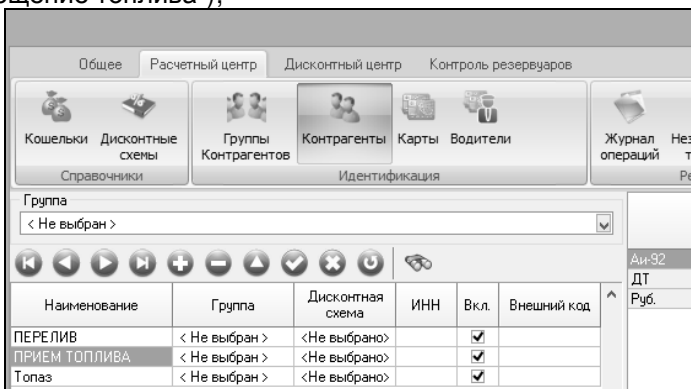

Рисунок 7
- в приложении "Топаз-Офис" на вкладке «Контрагенты» выбрать «Прием топлива» (рисунок 7) (для карты перемещения выбрать «Перемещение топлива»);